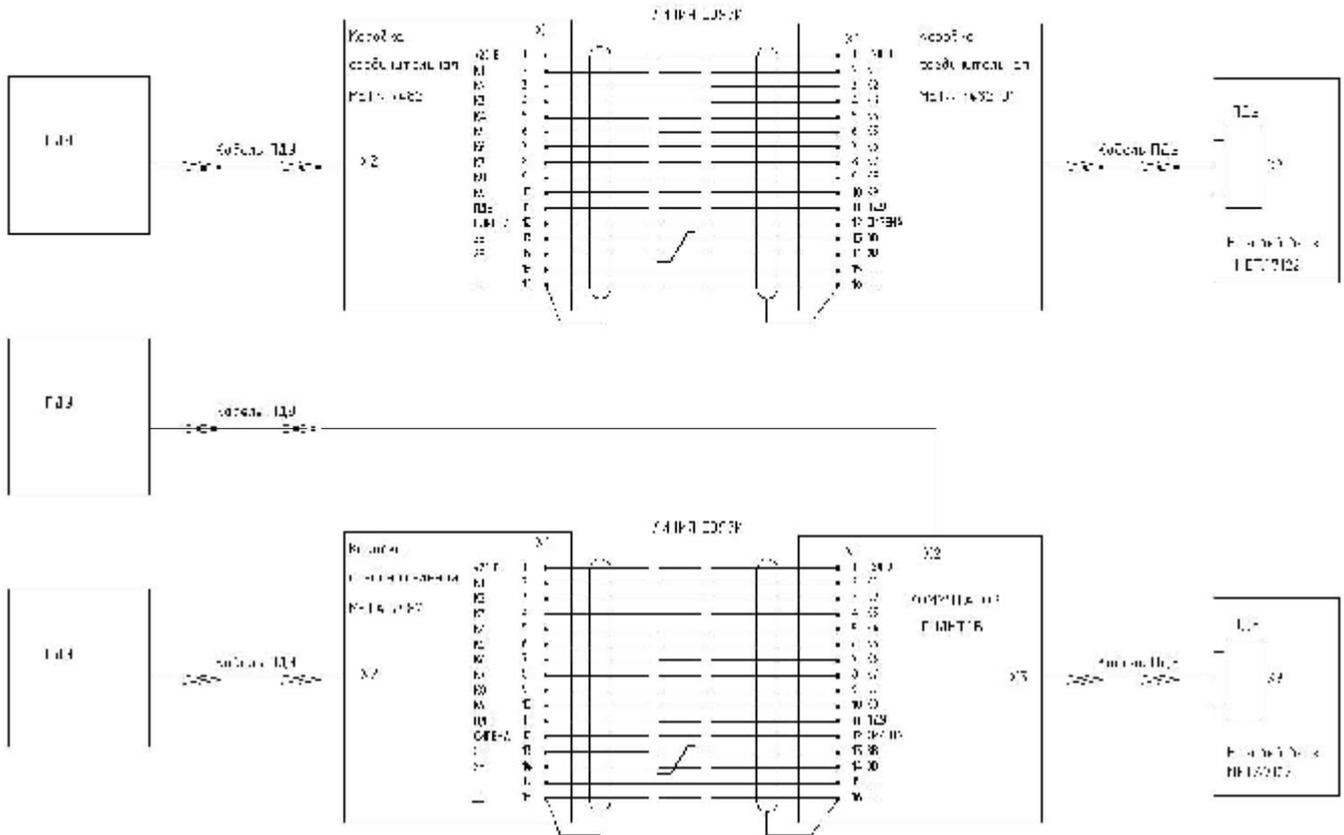

Рис.1 Схема подключения ПДУ
7.4. ПДУ подключается своим кабелем к усилителю, либо через соединительные коробки пульта. Лучше соединять коробки кабелем TASKER C187 8x2 D9, так как при этом длина связи с УМ может быть значительно большей, чем 100м, однако можно и любым проводом сечением 0,2 и выше, но повода 3В (конт. 13, 14), при длине более 30м, желательно прокладывать экранированным проводом, например КММ2 0,12 мм². При использовании второго пульта применяется коммутатор ПДУ. Установка приоритета между пультами производится джамперами в коммутаторе ПДУ. Установив джамперы на штыри X4, X6, X8, пульту 1 присваивается высший приоритет. Установив джамперы на штыри X5, X7, X9, пульту 2 присваивается высший приоритет. Схема подключения ПДУ через коммутатор пультов показана на рис.1 Подключение ПДУ к блоку должно происходить только при отключенном основном и резервном питании